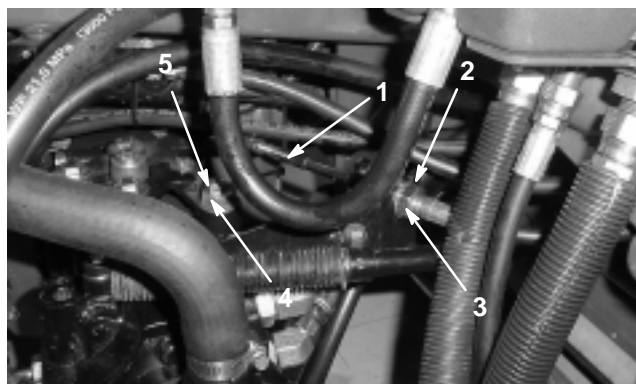

Figure 50
- A. Desserrez les écrous de blocage qui fixent le câble de commande de transmission à la cloison sur l'hydrostat (Fig. 50). Vérifiez que les écrous de blocage sont desserrés uniformément et suffisamment pour permettre le réglage.
Remarque : Desserrez l'érou de fixation de l'excentrique en haut de l'hydrostat (Fig. 50).
- C. Tournez l'excentrique jusqu'à ce que la roue ne tourne plus dans aucune direction. Lorsque la roue arrête de tourner, serrez l'érou pour bloquer l'excentrique et le réglage (Fig. 50). Vérifiez le réglage avec la commande d'accélérateur en position de Ralenti, puis de Régime maximum.
- D. De part et d'autre de la cloison, serrez les contre-écrous **uniformément** pour fixer le câble de transmission à la cloison (Fig. 50). Ne tordez pas le câble.